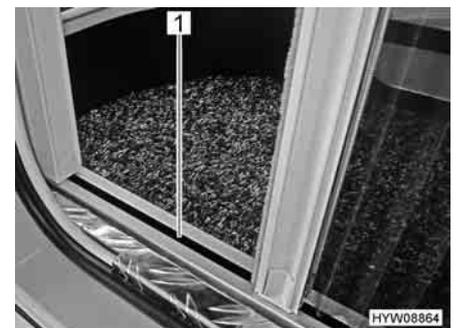

Fig. 37 Guida inferiore della protezione contro gli insetti
- ▷ Durante l'apertura e la chiusura, afferrare la barra di presa con entrambe le mani. In questo modo è possibile limitare la possibilità che la protezione contro gli insetti si inceppi nelle guide (Fig. 37,1).